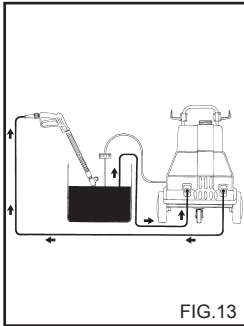

FIG. 13
**OPERACIONES PARA EL USO DEL ANTIHIELO (fig. 13)**